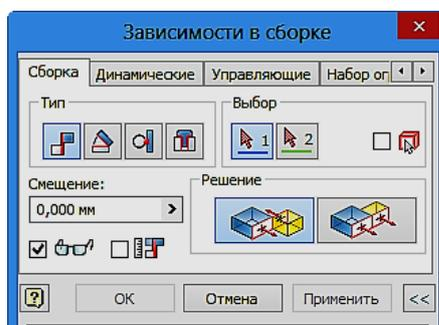

Рис. 40. Диалоговое окно «Зависимости в сборке»
4. На вкладке «Сборка» в поле «Тип» по умолчанию установлено значение «Совмещение» . При необходимости нажмите кнопку «Совмещение» , в поле «Решение» выберите кнопку «Совмещение»  (рис. 40).